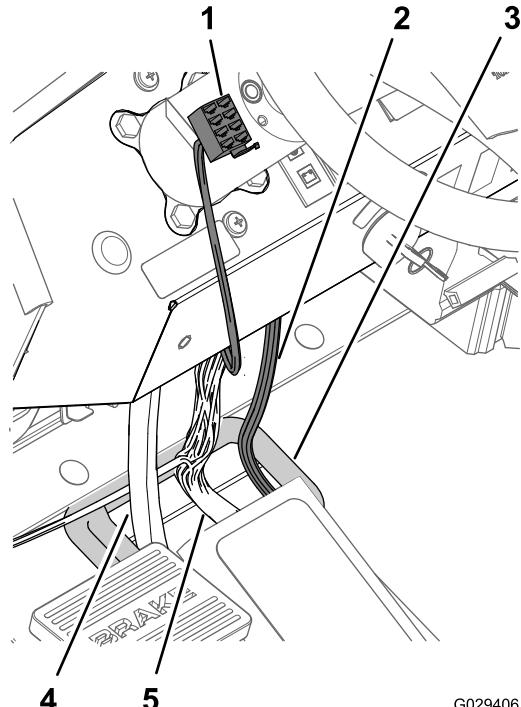

Figura 15
- Inserite il connettore a 8 prese nell'estremità della diramazione del cruscotto da 240 cm attraverso il cruscotto e a sinistra del piantone dello sterzo (Figura 15).